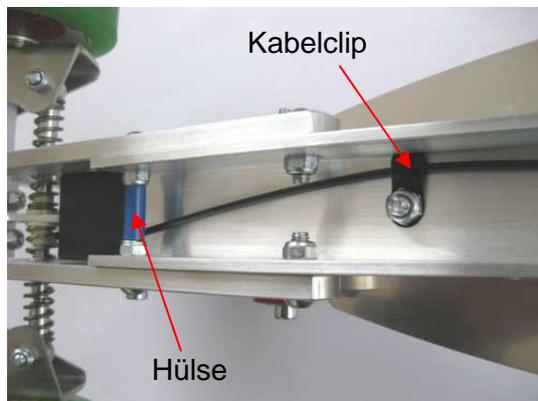

Abb. 1
- Den zweiten Kabelhänger mit vorderer Trittbrettschraube festschrauben (Position siehe Abb. 1).